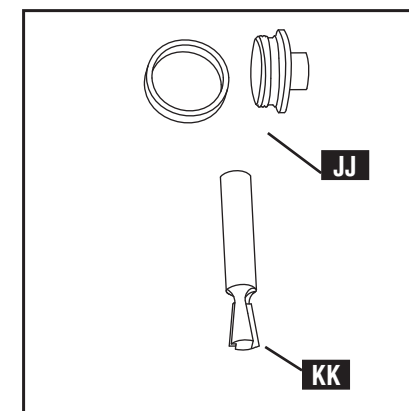

Fig. C17
Su elección acerca de la guía para plantillas (JJ) Fig. C17 y broca de rebajadora (KK) se determina por varios factores, como el tipo de junta que está confeccionado, las características de dicha junta o el espesor de su pieza de trabajo. Para decidir qué broca y guía debe usar, consulte la Guía de instalación para cola de milano, las etiquetas de la plantilla o el manual.